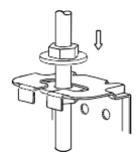

Fig.5-7
- Fixe o ar condicionado com segurança ao apertar as porcas com chaves depois de ajustar a posição da unidade (ver Fig. 5-7).